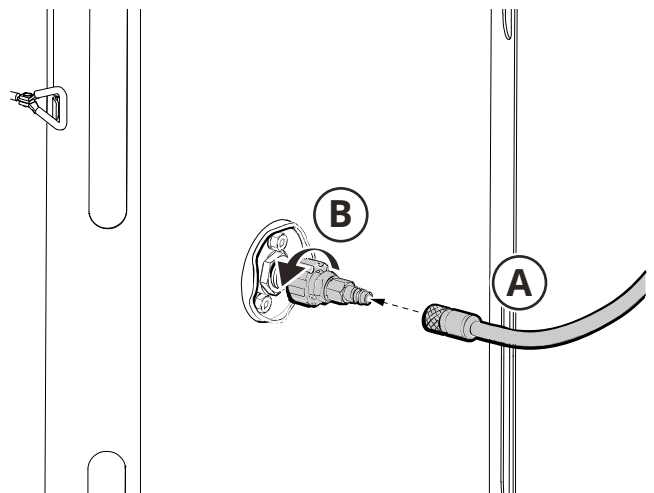

Fig. 20
3. Conecte el aire comprimido filtrado y regulado¹ a la conexión (A, **Fig. 20**) de la unidad de filtrado.
4. Gire el boquilla de soplado (B) hasta obtener el efecto deseado, normalmente de 5 a 10 vueltas.